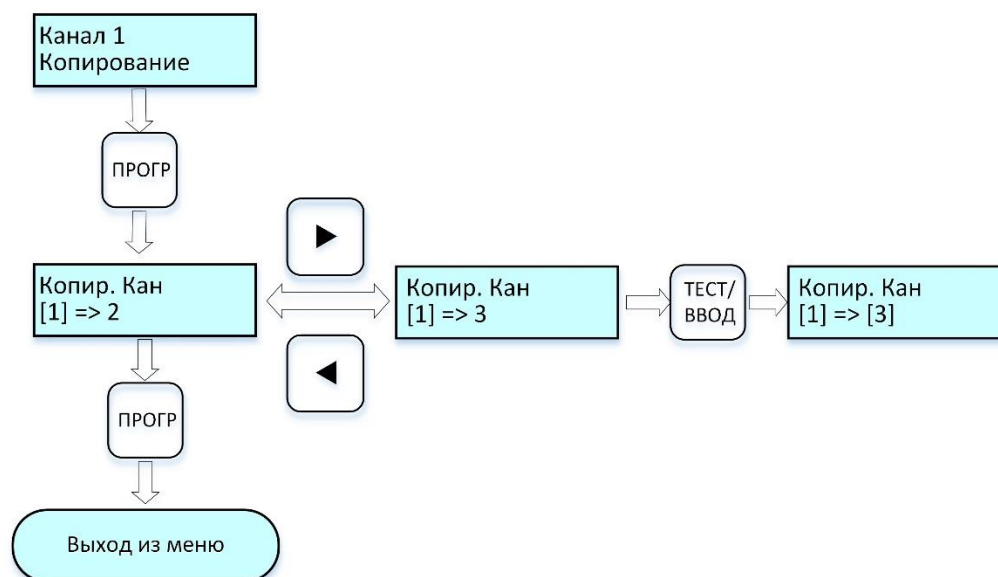

Рисунок 17 – Циклограмма выводимых сообщений на дисплей при копировании настроек канала
2.6.6.2 Войти в режим «Программирование» (п. 2.6.1). В основном меню УП (рис.6 или 7) выбрать нажатием кнопки «◀» или «▶» пункт меню «Канал № Копирование», меню копирования отображается на дисплее только при наличии установленных в УП канальных плат (см. п.п. 2.6.4.4.1, 2.6.4.4.2), далее выполнить действия по циклограмме рис. 17.